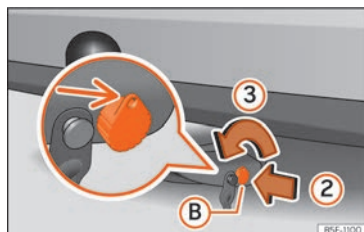

Fig. 272 Sbloccare la serratura
- Inserire la chiave **B** nella serratura nel senso della freccia **2** » fig. 272.